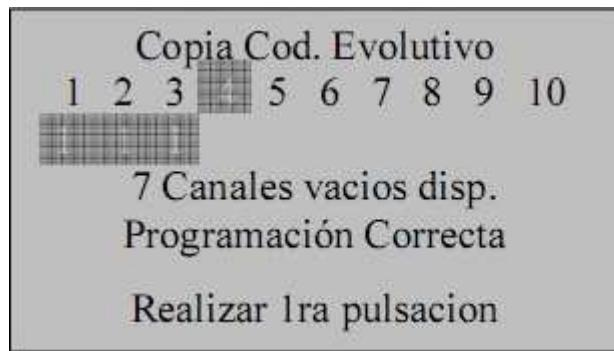

Fig.15
- Pulsar para programar o comando. No display aparece “Programación OK” ou “Programação Falhada” (fig.15)